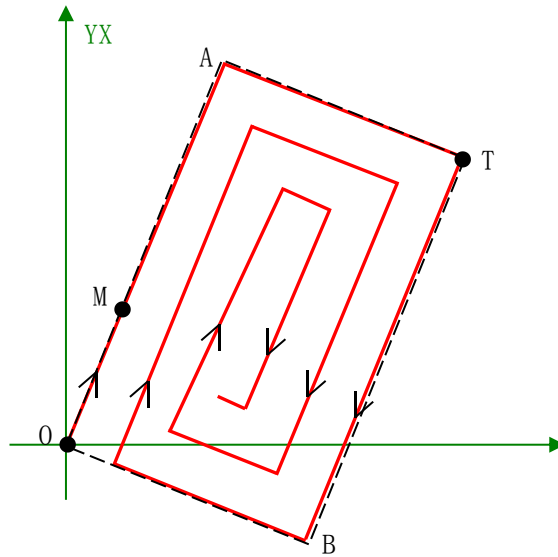

图 6.23 渐开线模式的矩形插补运动示意图
如图 6.23 所示, 要进行一次渐开线模式的矩形插补运动, 必须确定以下三个参数:
- (1) 对角位置, 如图 6.23 中的点 T, 该点确定了矩形的对角点。
- (2) 矩形方向标记位置, 如图 6.23 中的点 M。矩形方向标记位置确定了矩形插补运动第一条边的运动方向, 该方向为射线 OM 的方向。此时, 通过对角位置坐标及 矩形边的方向, 则可以确定该矩形区域的框架, 如图 6.23 中的矩形 OATB。
- (3) 圈数, 如图 6.23 中矩形插补运动的圈数为 3。通过圈数参数, 可以设置在指定矩形区域内进行矩形区域渐开线插补运动的圈数;